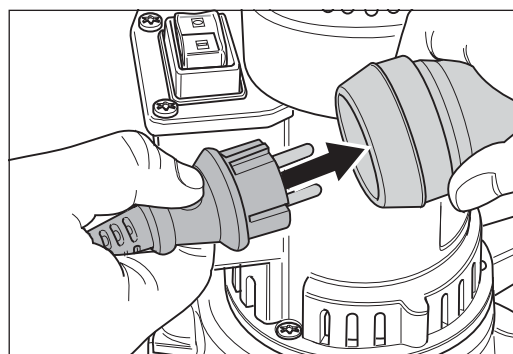

Fig. 5 Conectar el cable del motor con el cable de extensión.
- 1 Introduzca el enchufe macho del cable del motor en el acoplamiento del cable de extensión (Fig. 5).